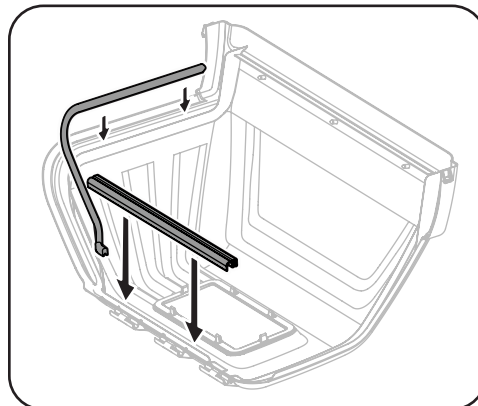

Figura 4-11
4. Si no está ya instalado, aplique sellos (720-05151A) y (720-05152B) en la parte inferior de la cubierta superior del recogedor de césped (731-12348D) como se muestra a continuación. Vea la Figura 4-11.